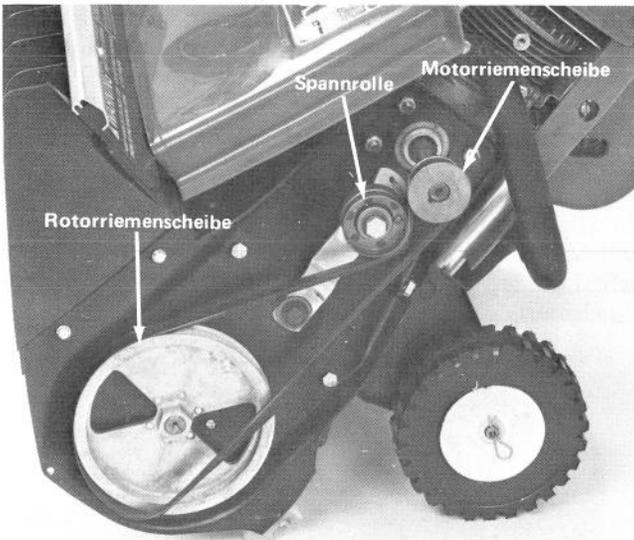

Abb. 15
5. Den neuen Riemen zuerst über die Motorriemenscheibe legen, unter der Spannrolle durchführen und dann über den Rand der Rotorriemenscheibe ziehen (Abb. 15).